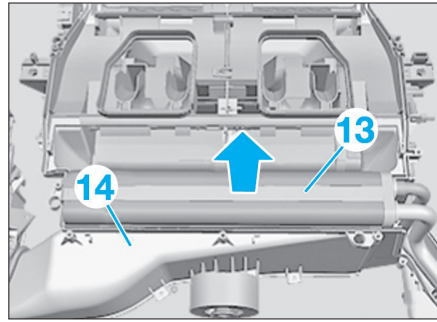

Fig. 31
- Retirer la partie supérieure du boîtier (12) de l'appareil de chauffage/climatisation dans le sens de la flèche.
- Extraire dans le sens de la flèche l'évaporateur (13) de la partie inférieure du boîtier (14) de l'appareil de chauffage/climatisation (Fig.31).